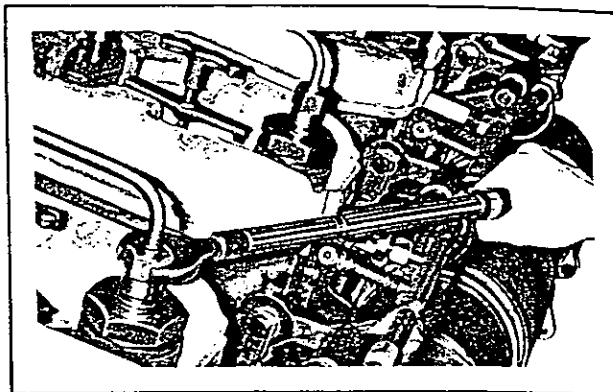

Figura 70. Apriete de conexiones de la bomba de inyección.
4. Quite las tapas protectoras del tubo de alta presión, conexiones de la bomba e inyector; conecte y apriete las tuercas a 140 - 150 lbs.-ft. (ver figura 70). Evite la entrada de polvo y revise que no tenga fugas en el arranque del motor diesel.